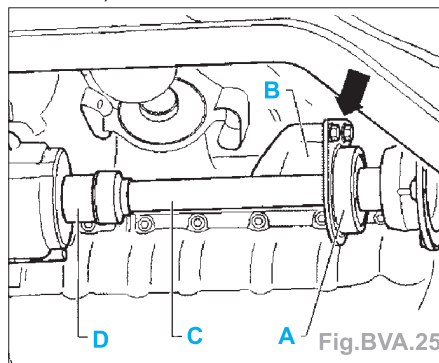

Fig.BVA.25
- Dévisser le palier (**A**) pour l'arbre à bride du support de boîte (**B**) (flèche) (Fig. BVA.25).